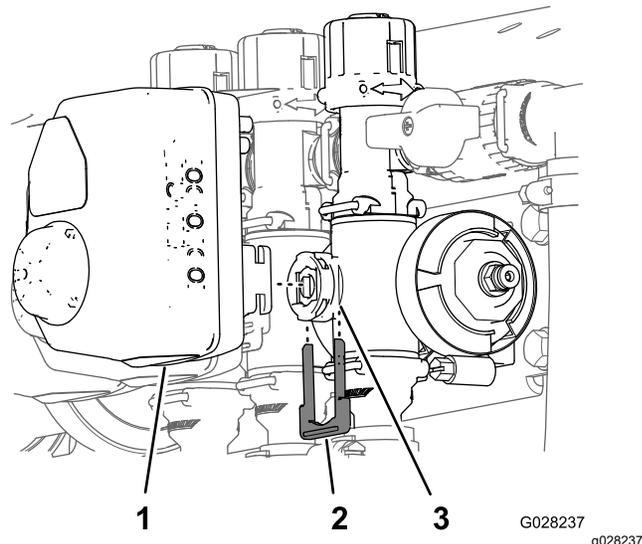

图 66
3. 取下将致动器固定至喷洒率控制歧管阀、搅拌、主喷洒臂段或喷洒臂段阀的卡环图 66。